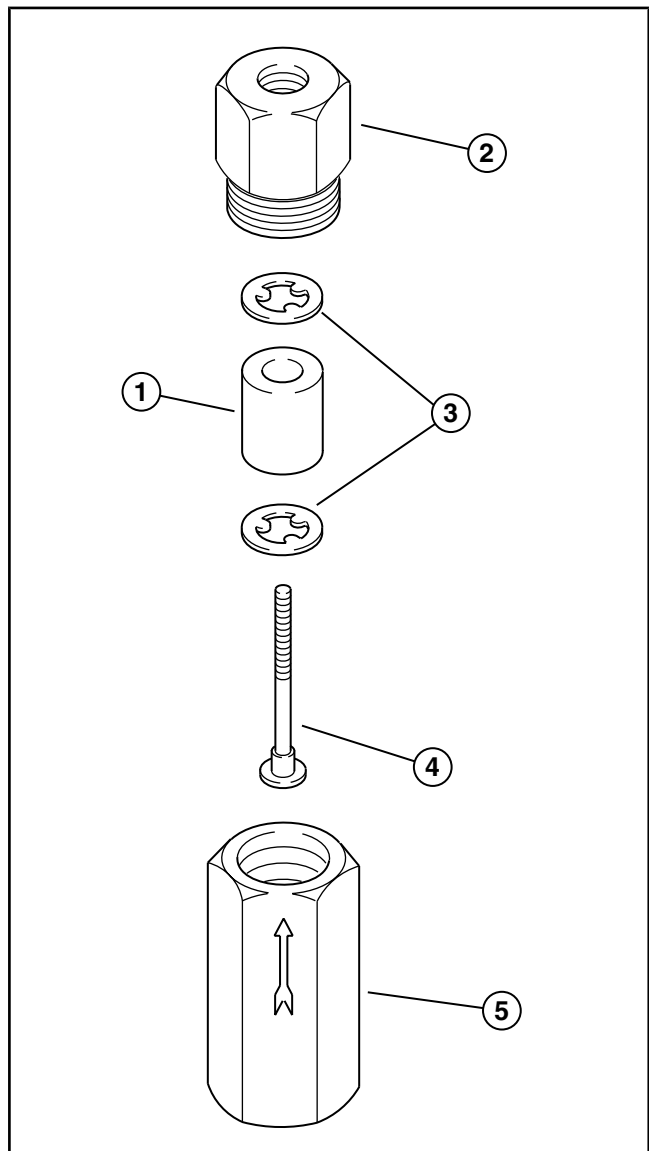

Рисунок 3.05-3: Фильтр регулятора
1. Соберите фильтр согласно указаниям ниже (см. Рисунок 3.05-3):